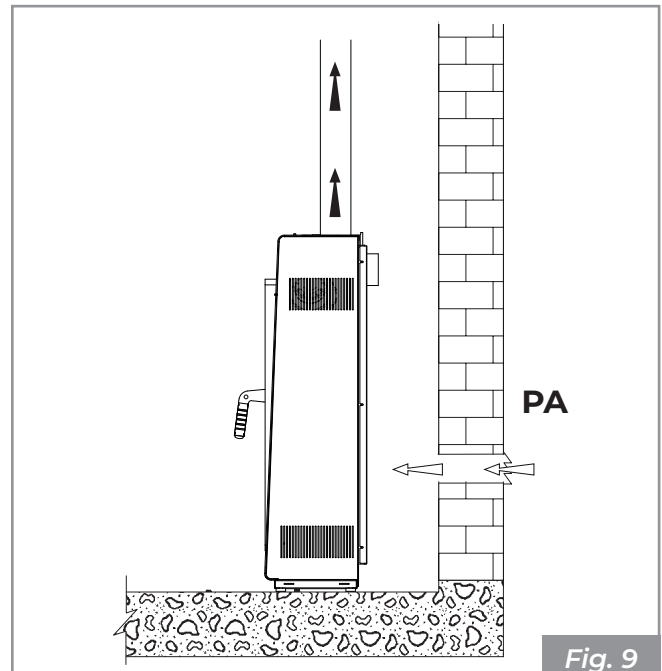

Fig. 9
- provenire dall'ambiente di installazione o da adeguati locali attigui (Fig. 9)
Realizzare la presa d'aria sulla parete (Fig. 9 - **PA** = Presa d'Aria), e lasciare che l'apparecchio sia libero di prelevare aria in ambiente.